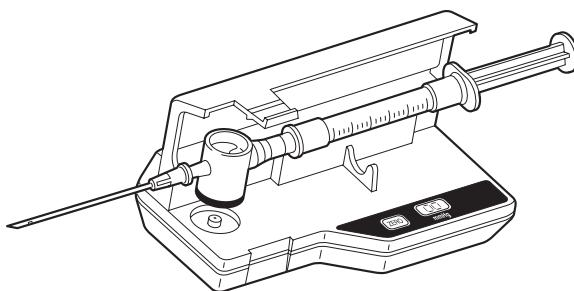

Figura 2
6. Coloque la cámara en el receptáculo del transductor con la superficie negra hacia abajo. Presione suavemente hasta que el componente desecharable encaje. Consulte la figura 2.